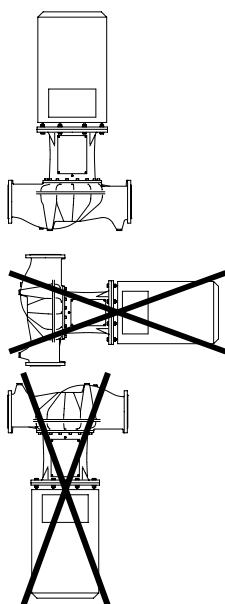

Рис. 40: Исполнение IL:
- Монтажное положение: допускается только вертикальный монтаж (см. Рис. 40).